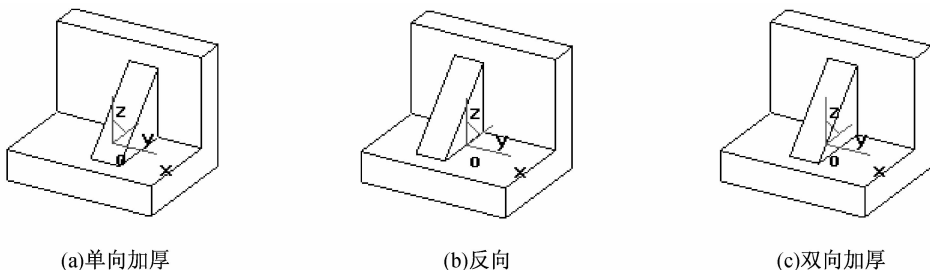

图 3-60 筋板特征
(1)单向加厚。单向加厚是指按照固定的方向和厚度生成实体,如图 3-60(a)所示。
(2)反向。反向是指与默认给定的单向加厚方向相反,如图 3-60(b)所示。
(3)双向加厚。双向加厚是指按照相反的方向生成给定厚度的实体,厚度以草图中心双向平分,如图 3-60(c)所示。